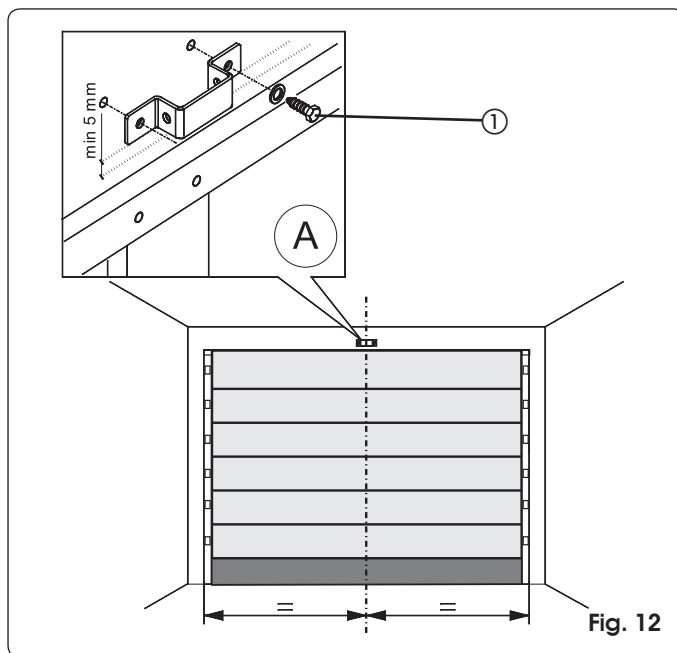

Fig. 12
- 1) Tracer sur le linteau une ligne correspondant au centre vertical de la porte (Fig. 12).
- 3) Positionner la patte de fixation de la patte d'attache antérieure avec le bord inférieur au moins 5 mm au-dessus du point d'intersection des lignes et centré par rapport à la ligne verticale (Fig. 12). Consulter également le paragraphe 7.2. pour le positionnement correct de la patte par rapport au point d'attache sur la porte.
- 5) Procéder au perçage et au montage, par l'intermédiaire des vis (ref. ① Fig. 12) **NON** fournies.